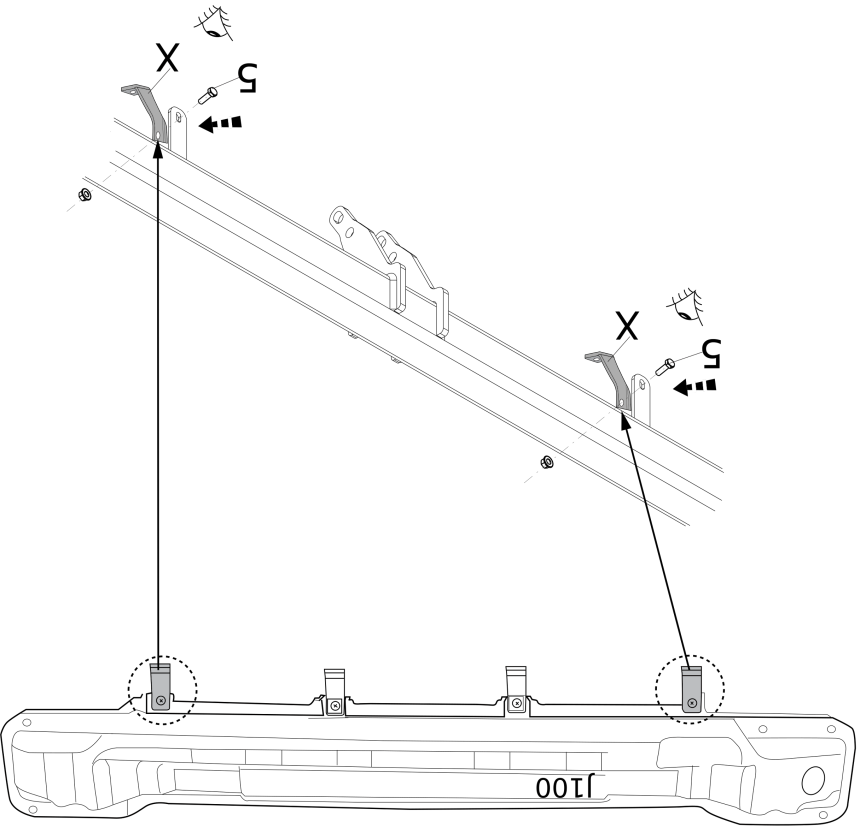

Fig. 2
5. Die Halterungen X anlegen und bei den Punkten N befestigen. Alles halbfest montieren. Siehe Abbildung 2.